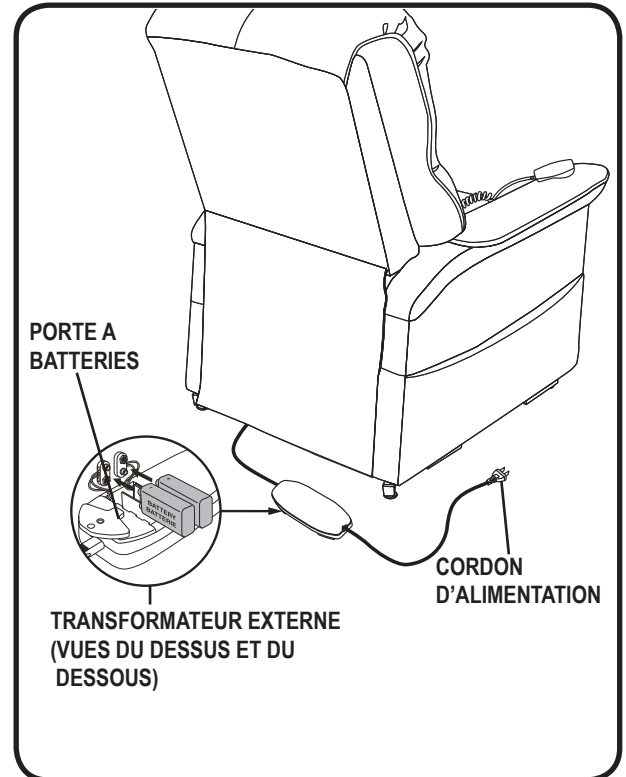

Figure 4.3 Emplacement des batteries sur fauteuil standard - batterie 9V
3. Installez deux batteries 9V dans le transformateur externe (fig. 4.3).